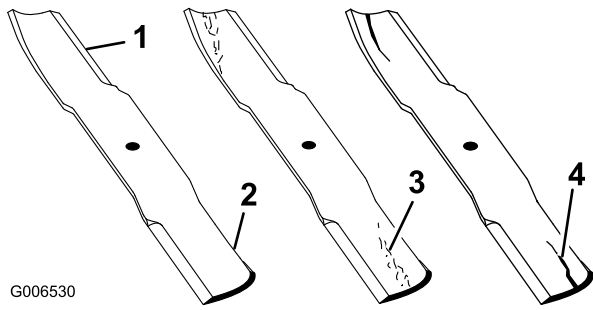

Figure 54
1. Examinez le tranchant des lames (Figure 54). Si les lames ne sont pas tranchantes ou si elles présentent des indentations, déposez-les et aiguissez-les (voir Aiguisage des lames).
2. Inspectez les lames, surtout la partie relevée (Figure 54). Remplacez immédiatement toute lame endommagée, usée ou qui présente une entaille (Figure 54).